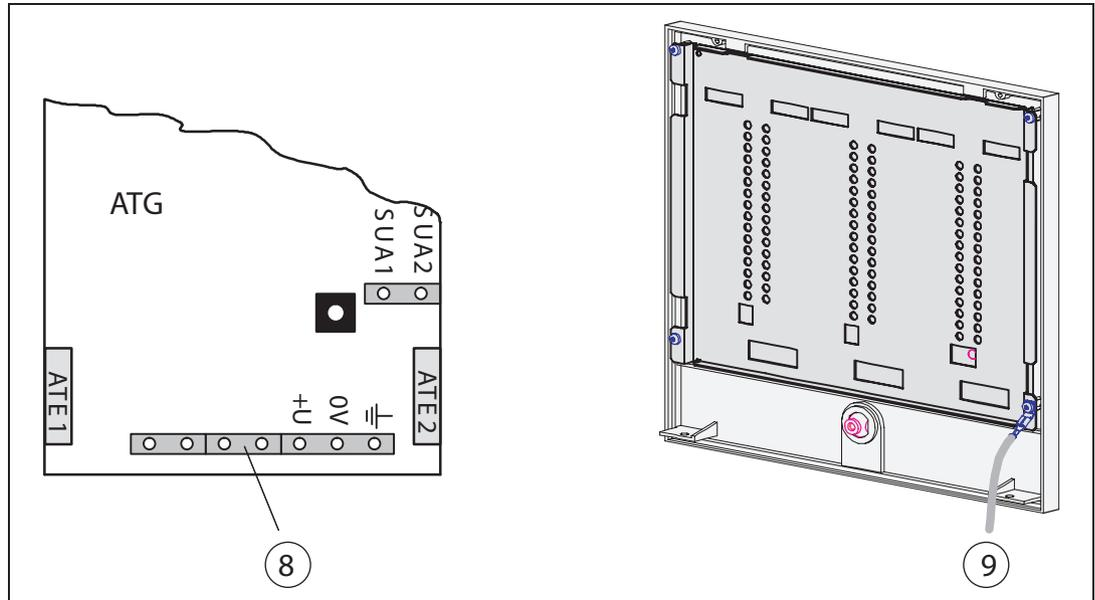

Figura 4.5: Cable de puesta a tierra
13. Conecte el cable de puesta a tierra a la parte posterior de la tapa de la carcasa (14) (consulte también la *figura 4.5 (9)*).